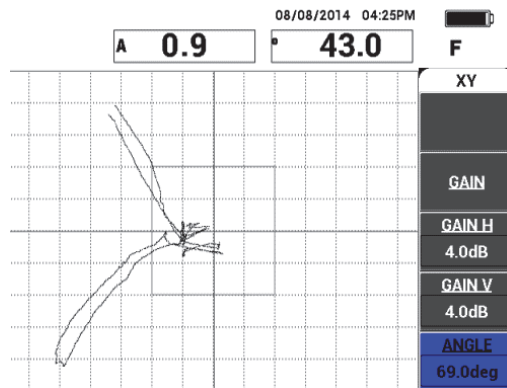

Figure 6-8 Réglage de l'angle du signal du décollement
4. À partir du menu **PRINC**, appuyez sur **ANGLE** (touche E), et puis réglez l'angle du signal de manière à ce que le décollement situé sur le côté éloigné descende et que le décollement situé sur le côté rapproché monte (voir la Figure 6-8 à la page 140).